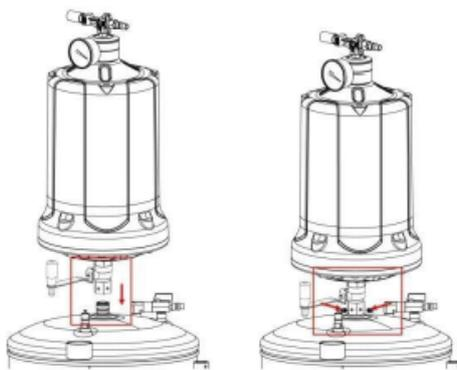

FIG.1
### Cilindro de configuração (FIG.1)
- Consulte a FIG. 1 acima para instalar o cilindro na base do tanque de óleo com a alavanca da válvula de esfera de ejeção perpendicular à máquina.